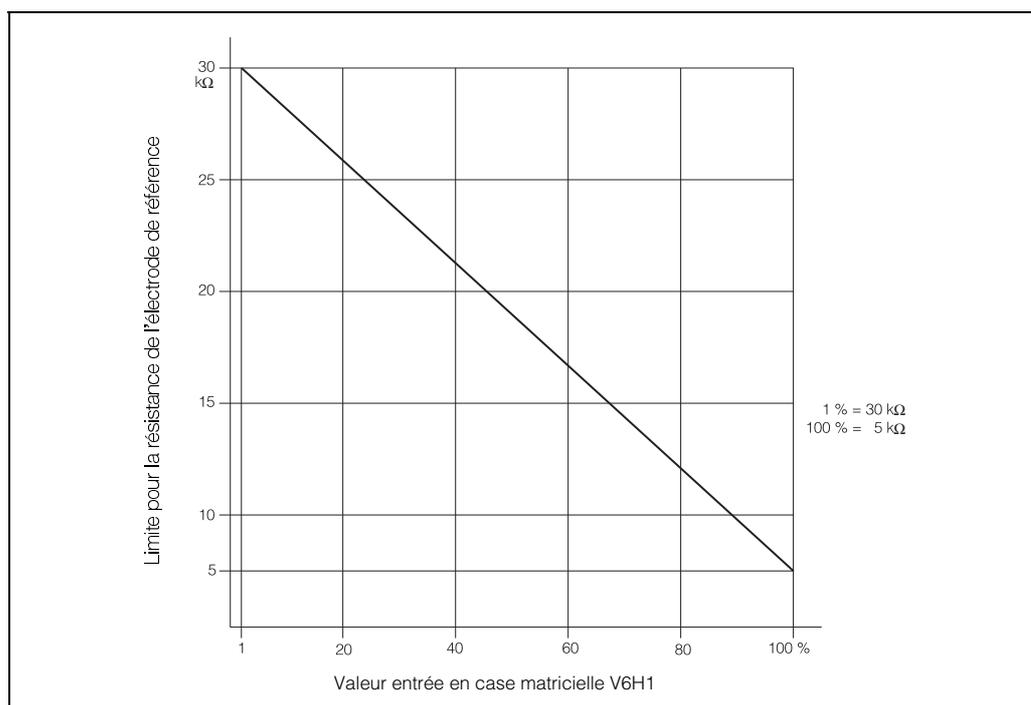

Fig. 6.2 : Gamme de réglage des seuils alarme pour le système de référence
- il vérifie l'électrode de référence quant à une éventuelle augmentation de résistance au niveau du diaphragme (voir fig. 6.2) si un seuil alarme $\geq 1\%$ a été défini en case V6H1. Si une erreur est détectée, le contact alarme est activé et l'erreur E 17 et l'avertissement E 51 sont donnés.